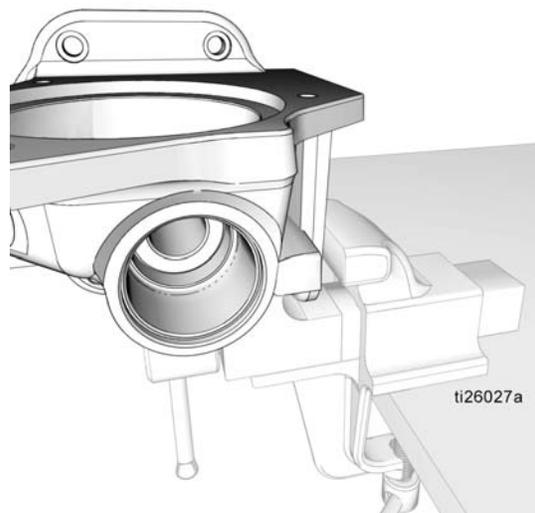

图 39
- 4. 将泵底座 (1) 重新放置在老虎钳上，如图 39 所示。